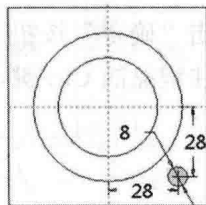

图 1-16 绘制截面圆 ($\phi 8\text{mm}$)
(31) 单击“圆心和点”按钮, 在工作区中绘制一个圆 ($\phi 8\text{mm}$), 如图 1-16 所示。